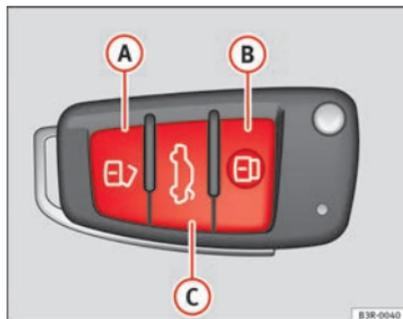

Abb. 77 Funk Schlüssel:
- Drücken Sie die Taste **A** ⇒ Abb. 77 etwa 1 Sekunde lang.